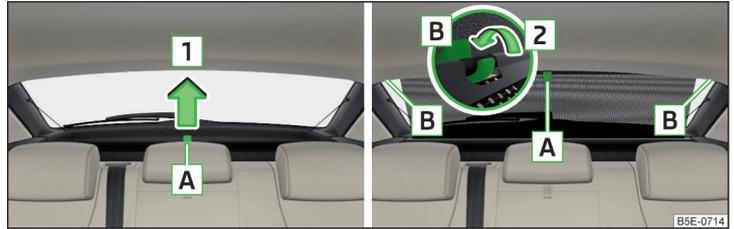

Abb. 59 Sonnenschutzrollo
- Zum **Ablenden** das Rollo am Griff **A** in Pfeilrichtung **1** herausziehen und in die magnetischen Halter **B** in Pfeilrichtung **2** einhängen » Abb. 59.
- Zum **Einrollen** das Rollo am Griff **A** greifen und aus den Haltern **B** entgegen der Pfeilrichtung **2** herausnehmen » Abb. 59. Das Rollo so halten, dass dieses langsam und ohne Beschädigung einrollen kann.